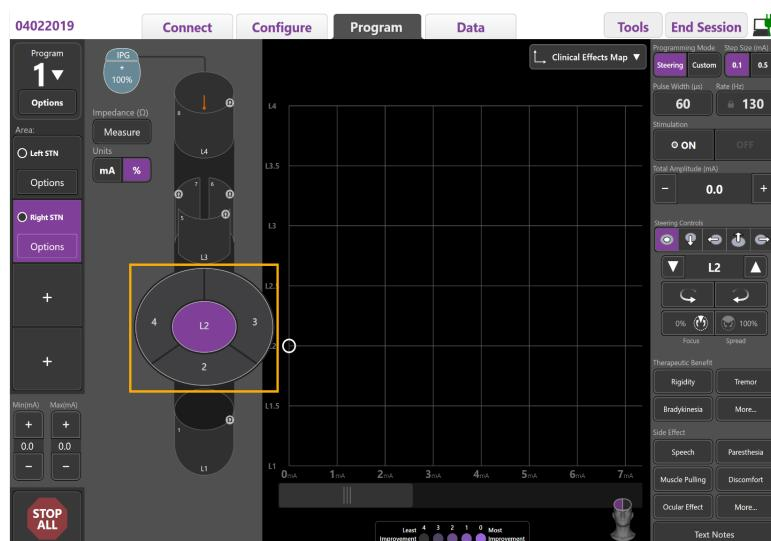

Abbildung 8. Auswahlschaltfläche für gerichteten Kontakt
2. Wählen Sie einen Kontakt, um ihn als Kathode zuzuweisen. Sie können auch eine gleichmäßige Stromverbreitung über Kontaktsebenen („Ringmodus“) erzeugen, indem Sie einen Bereich innerhalb der Ebene und danach die mittlere Schaltfläche auswählen. Um ein einzelnes gerichtetes Segment als Kathode zuzuweisen, wählen Sie einen Bereich innerhalb dieser Ebene und dann die entsprechende Schaltfläche (Abbildung 8).